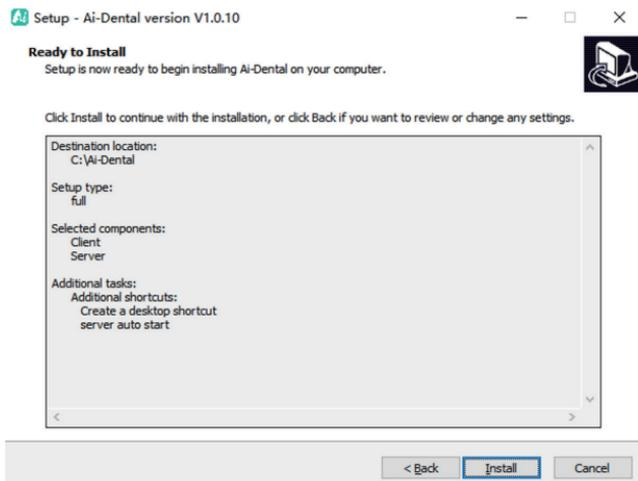

Figura 8
3.1.7 Haga clic en el botón "Instalar" para iniciar la instalación, como se muestra en la figura 8: